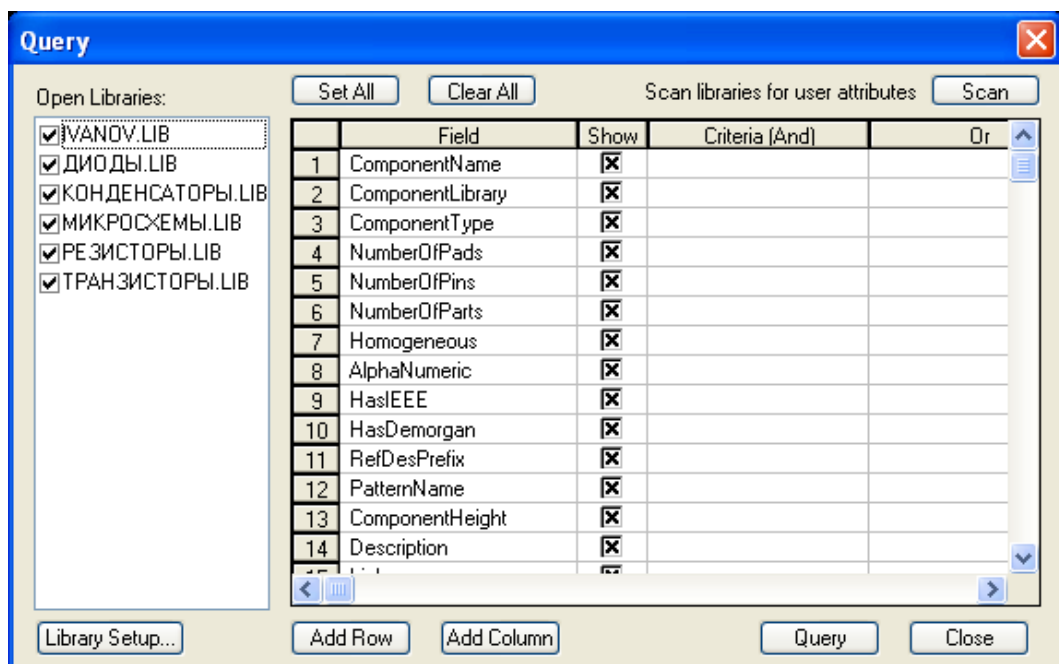

Рисунок 5.9 - Мастер поиска компонента
- При нажатии кнопки **Query** происходит запуск мастера поиска компонента в открытых библиотеках по указанным в таблице атрибутам (рис. 5.9).